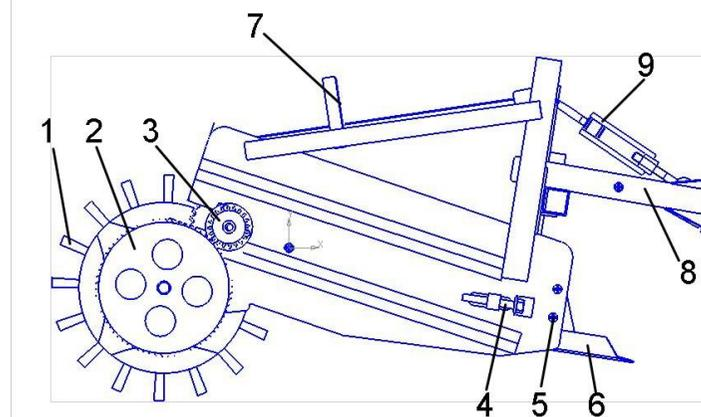

Рисунок 1 – Основные узлы картофелекопателя КМ-4
Подрезанный лемехом пласт грядки поступает на транспортер машины. На транспортере пласт подвергается крошению и просеиванию между прутками за счет вращательный колебаний осуществляемых приводом ведущего вала. Не просевшие комки (диаметр более 25мм) почвы, клубни картофеля и ботва выбрасываются на поверхность поля по следу машины. С помощью грунтозацепов 1 (рис. 1) картофелекопатель перемещается копируя рельеф поля, а также происходит передача крутящего момента на вал транспортера.
Регулировка глубины хода лемеха осуществляется при помощи регулировочного винта (поз.5, рис. 1). Для регулировки винт необходимо ослабить, перевести лемех в желаемое положение, и затянуть регулировочный винт. Так-же на величину заглубления картофелекопалки влияет общий угол наклона картофелекопалки. Для его изменения необходимо произвести регулировку сцепки с помощью талрепа (поз.9, рис. 1). Раскручивание талрепа приведет к уменьшению общего угла атаки, закручивание – к увеличению общего угла атаки картофелекопалки.
Привод транспортера осуществляется по средствам зубчатой передачи от оси грунтозацепов (поз.1, рис. 1) к ведущей оси транспортера.
- 1) Сцепку картофелекопателя (поз.8, рис. 1) перевести из транспортировочного положения в рабочее, для этого необходимо ослабить болты крепления сцепки, и повернуть сцепку на 180° таким образом, чтобы крайняя точка сцепки выступала за габариты картофелекопалки. После этого необходимо затянуть болты крепления.
- 5) Плавность хода транспортера и его степень натяжения регулируется с помощью болтов- натяжителей (поз.4, рис. 1) ведомой оси транспортера.
- 6) При необходимости, для улучшения заглубления, навесить на трубки крепления грузов (поз.7, рис. 1) утяжелители массой от 10 до 25 кг.